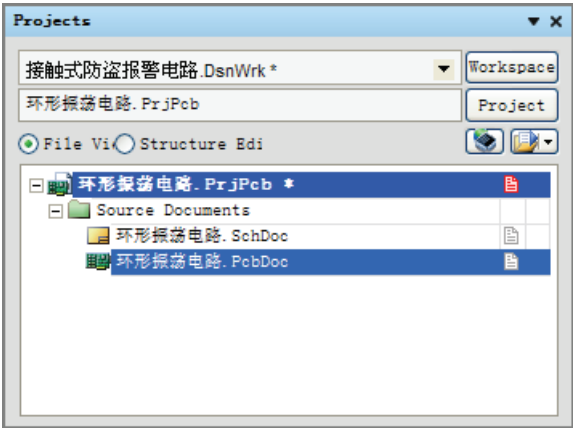

图 12-25 环形振荡电路项目
- (1) 按照第 3 章中的操作，完成环形振荡电路项目的建立，如图 12-25 所示。